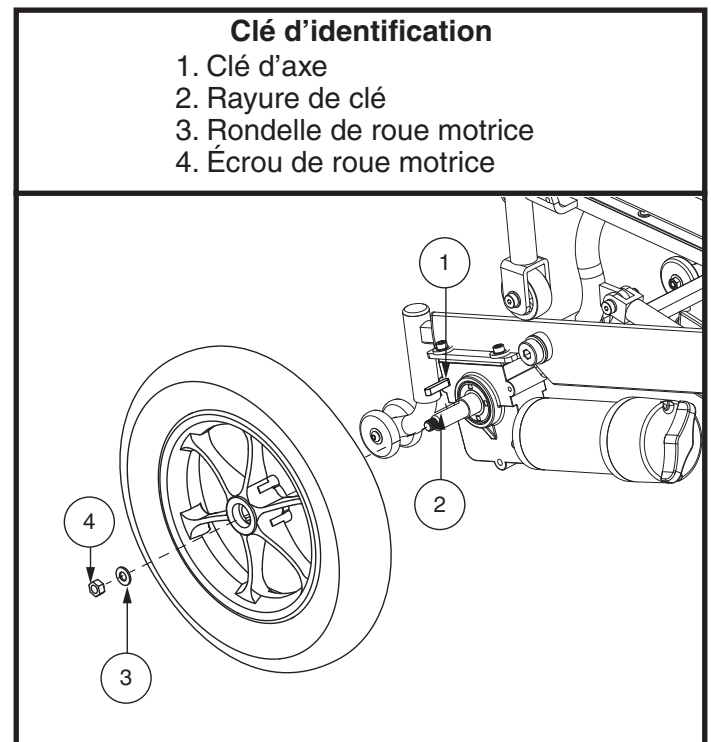

Figure 15. Roue motrice
3. Retirez l'écrou et la rondelle de roue motrice sur l'essieu. **Voir la figure 15.**